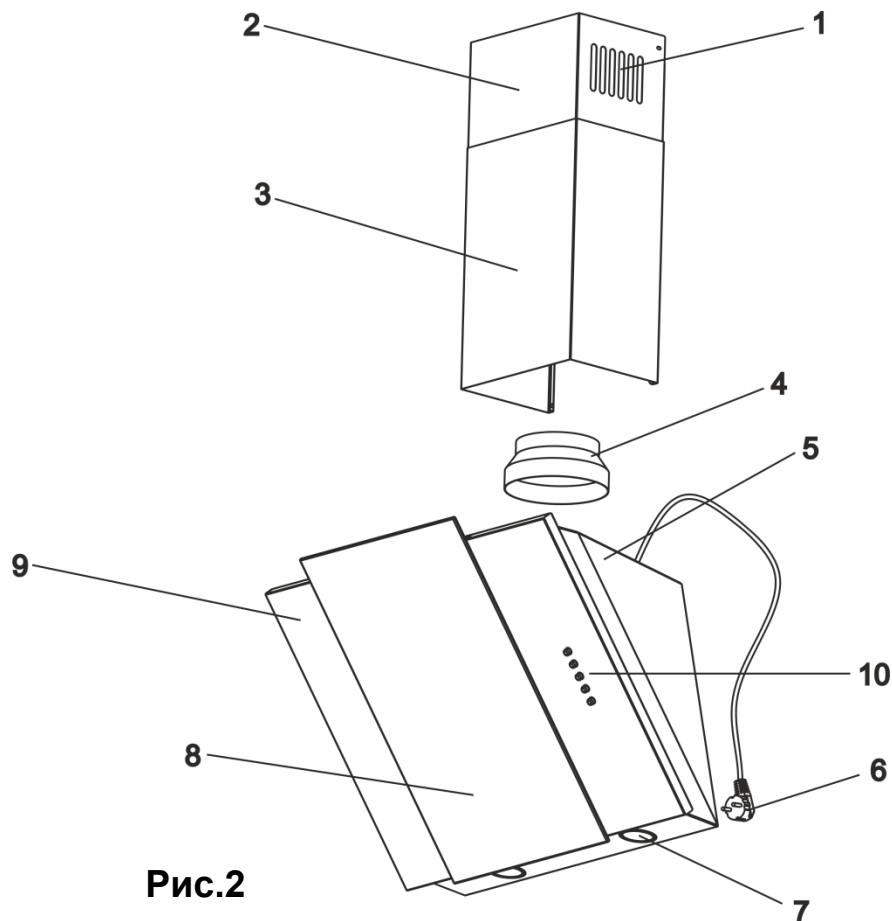

Рис.2
5.4 Витяжка складається з наступних складових частин (рис.2)